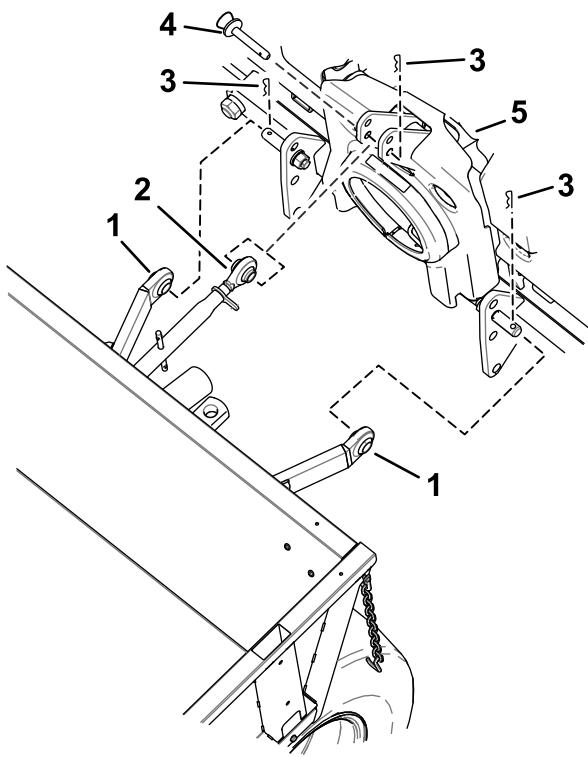

Figura 28
1. Mueva la máquina lentamente hacia atrás y alinee los brazos de tiro con las conexiones inferiores del accesorio (Figura 28).
2. Sujete los brazos de tiro al accesorio (Figura 28).
3. Posicione el brazo superior junto a la conexión superior del accesorio (Figura 28).
4. Sujete el brazo superior al accesorio (Figura 28).
4. Desconecte el brazo superior del accesorio (Figura 28).
5. Desconecte los brazos de tiro del accesorio (Figura 28).